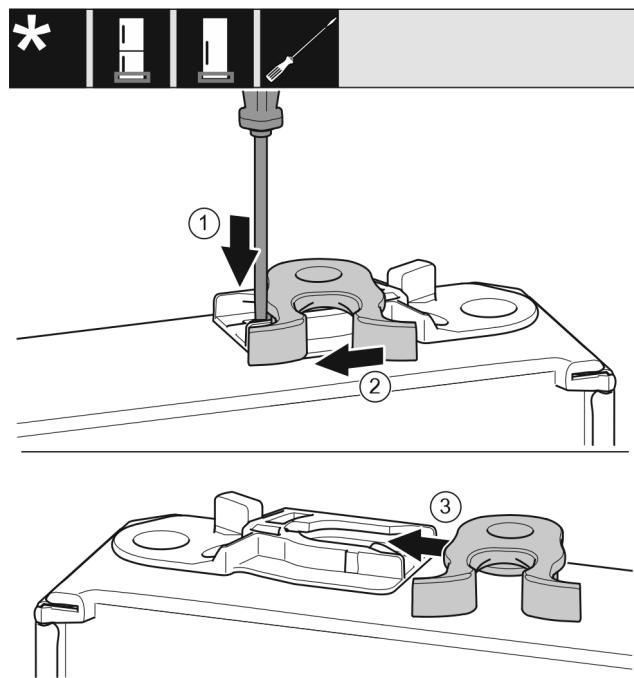

Fig. 15
- ▶ За допомогою шліцевої викрутки притисніть уніз накладку. Fig. 15 (1)
- ▶ Витягніть із напрямної запірний гачок. Fig. 15 (2)
- ▶ Вставте запірний гачок у напрямну з іншого боку. Fig. 15 (3)